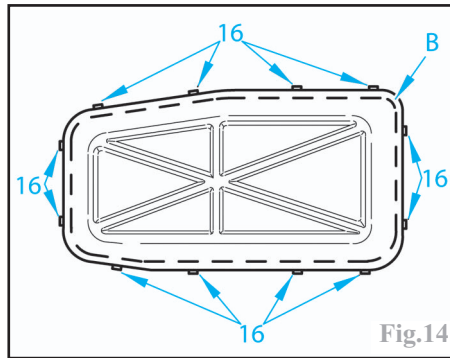

Fig.14
-Appliquer un cordon d'étanchéité de type "E10" en B (Fig.14) sur une plaque de fermeture de boîtier de commande neuve.